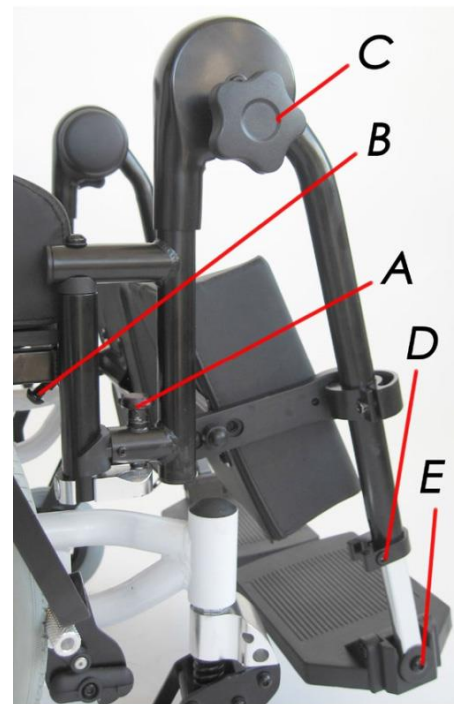

Рис. 3
2. Потягніть кнопку фіксатора (див. Рис. 3; п. А).
1. Ослабте гвинт (див. Рис. 3; п. D) для вивільнення регулювання висоти, налаштуйте необхідну висоту.
2. Міцно затягніть гвинт (див. Рис. 3; п. D).
1. Ослабте гвинт (див. Рис. 3; п. B) для вивільнення бокового регулювання, налаштуйте необхідне положення.
2. Міцно затягніть гвинт (див. Рис. 3; п. B).
1. Ослабте гвинт (див. Рис. 3; п. E) для вивільнення регулювання кута платформи, налаштуйте необхідне положення.
2. Міцно затягніть гвинт (див. Рис. 3; п. E).
1. Ослабте коліщатко (див. Рис. 3; п. С) для розблокування регулювання кута нахилу підніжки.
2. Після налаштування бажаного положення міцно затягніть коліщатко (див. Рис. 3; п. С).